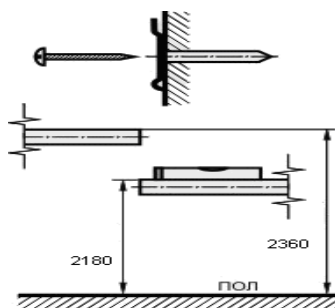

Рис.18
12. Стяните между собой навесные шкафы межсекционными стяжками. Для этого, выровненные шкафы фиксируются струбцинами, две соседние боковины просверливаются насквозь сверлом 5 мм, и стягиваются. (рис.18).